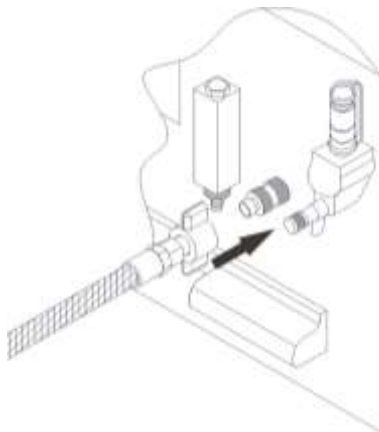

Figura 140 – Ligação para operação da válvula de oxigênio passiva
- Através de uma mangueira de pressão de nylon trançada 250 PSI atóxica, conectar a saída do fluxômetro da rede do veículo ou cilindro de oxigênio hospitalar ao niple da válvula de entrada de oxigênio da incubadora, conforme figura 140.